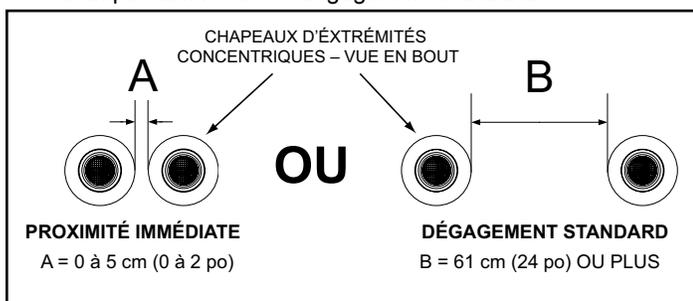
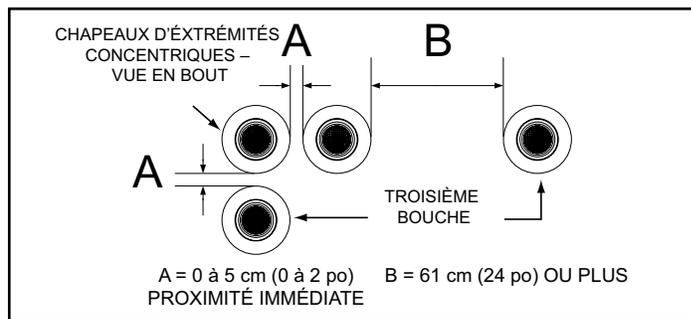
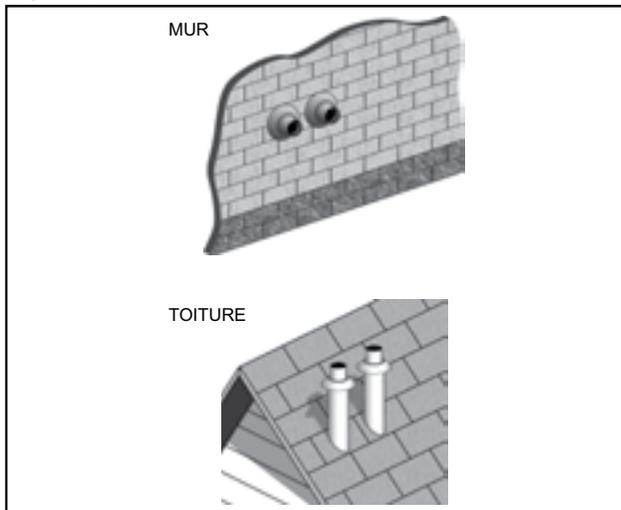

Figure 31. Deux bouches concentriques - À travers un toit ou un mur
Figure 32. Trois bouches concentriques - À travers un toit ou un mur
Figure 36. Deux bouches concentriques
Lors de l'installation d'extrémités concentriques multiples à travers un toit ou une paroi latérale, les dégagements illustrés à la **Figure 31** doivent être maintenus.
1. Le dégagement entre les chapeaux d'extrémités multiples doit être de 0 cm (0 po) (contact) à un maximum de 5 cm (2 po), dimension A - **Figure 31**, lors de l'installation d'extrémités concentriques à proximité immédiate. Voir **Figure 36** (page 32).
2. Le dégagement entre les chapeaux d'extrémités multiples doit être augmenté jusqu'à un minimum de 61 cm (24 po), dimension B - **Figure 31**, si une installation à proximité immédiate (ci-dessus) est impossible. C'est le dégagement standard.
1. Lors de l'installation de trois bouches d'extrémité concentriques à travers un toit ou un mur, la troisième bouche peut être installée à proximité immédiate comme indiqué par la dimension A à la **Figure 32**.
2. Si une installation à proximité immédiate de la troisième bouche est impossible, cette dernière peut être installée comme indiqué par la dimension B à la **Figure 32**.
2. Un maximum de quatre bouches concentriques peuvent être installées dans un groupe où toutes les bouches sont à proximité immédiate, comme illustré à la **Figure 31**.
Deux bouches concentriques peuvent être installées à proximité immédiate comme à la *Figure 36* ou avec des dégagements standard lorsque cette disposition n'est pas possible. Voir l'information détaillée sur les dégagements à la *Figure 31* (page 31). Voir *Figure 32* (page 31) lors de l'installation de trois bouches concentriques.